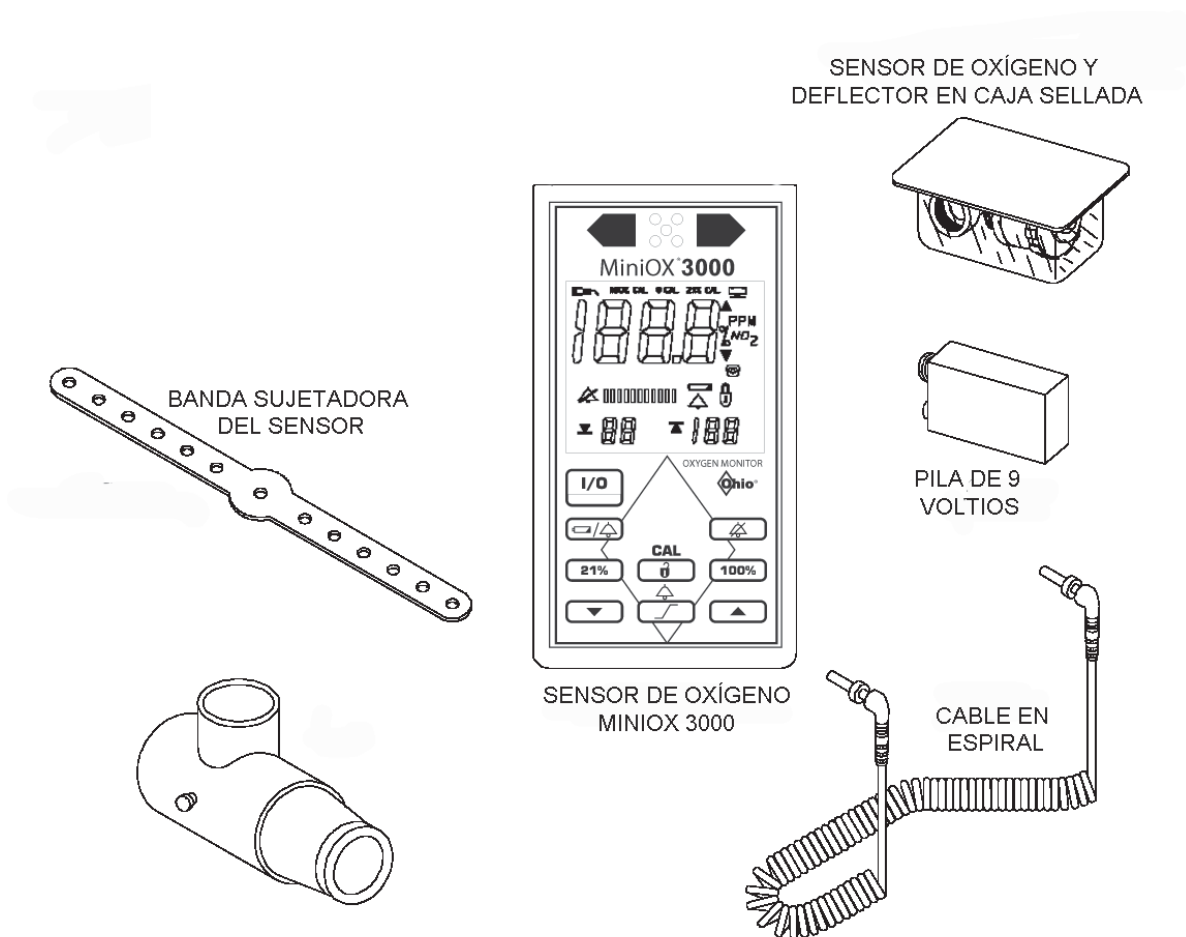

Figura 2-1.
1. Verifique que tiene lo siguiente (Ver la *Figura 2-1*):